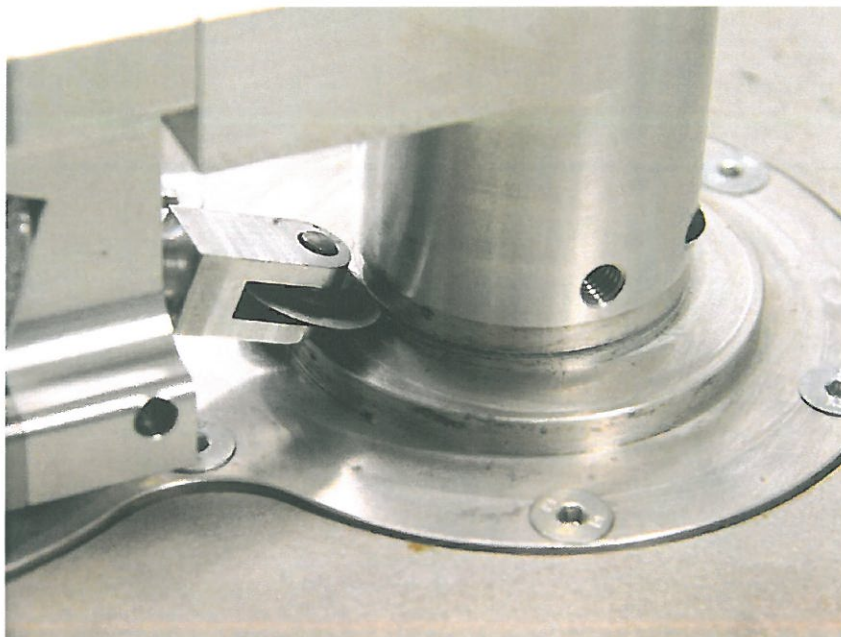

Bild 7 Bund ist abgetrennt
13. Anschließend analog zu Arbeitsschritt 12 das Schneidwerkzeug weiter zustellen und das Spezialwerkzeug am Griff drehen. Die Arbeitsschritte 12 und 13 solange wiederholen, bis sich der Bund vom Getriebedeckel löst. Siehe Bild 7.